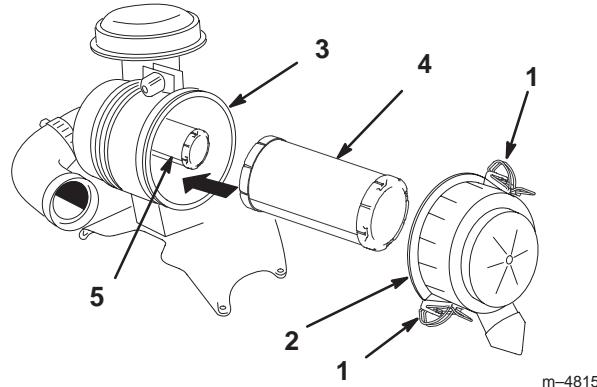

Figure 34
2. Ouvrez les dispositifs de verrouillage du filtre et ôtez le couvercle du corps du filtre (Fig. 34).
4. Sortez l'élément primaire du corps du filtre avec précaution (Fig. 34). Evitez de cogner l'élément à l'intérieur du corps. N'enlevez pas l'élément de sécurité, sauf si vous voulez le remplacer également.
2. Si vous remplacez l'élément de sécurité, insérez-le avec précaution dans le corps du filtre (Fig. 34).
3. Installez ensuite l'élément primaire sur l'élément de sécurité avec les mêmes précautions (Fig. 34). Assurez-vous qu'il est bien engagé en appuyant sur le rebord extérieur de l'élément que vous installez.
4. Reposez le couvercle, le côté portant l'inscription UP étant tourné vers le haut, et fermez les dispositifs de verrouillage (Fig. 34).